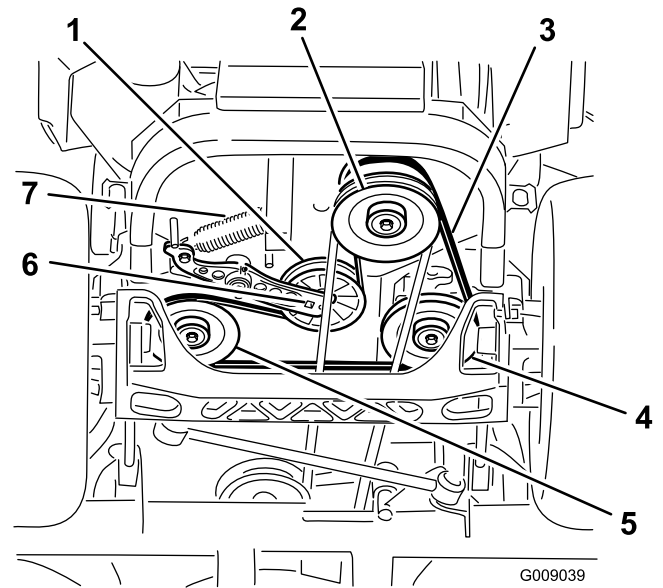

Figura 79
4. Levante la máquina y apóyela sobre soportes fijos (Figura 79).
5. Utilice una llave de carraca en el taladro cuadrado del brazo tensor para retirar el muelle tensor (Figura 79).
6. Desenganche el muelle de la polea tensora del bastidor (Figura 79).
9. Utilizando la llave de carraca en el taladro cuadrado del brazo tensor, instale el muelle tensor en el bastidor (Figura 79).